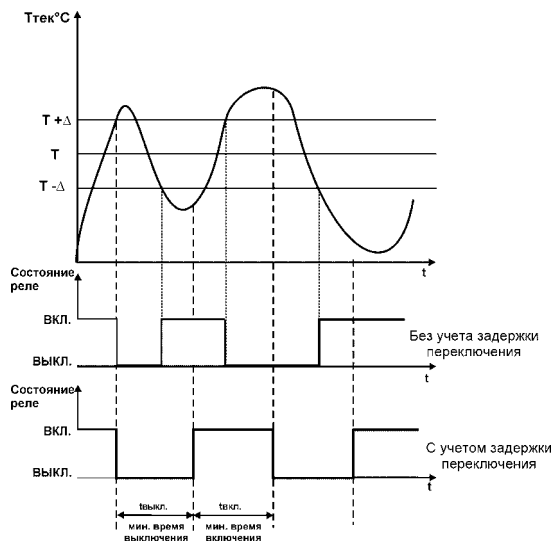

Рис. 11
3.1.4.1.3. Для ЛУ, работающего в режиме устройства сравнения, может быть задано минимальное время удержания выхода в замкнутом (А1-5) и разомкнутом (А1-6) состоянии. ЛУ удерживает выходное устройство в соответствующем состоянии в течение заданного в этих параметрах времени, даже если по логике работы устройства сравнения требуется переключение (рис. 11).